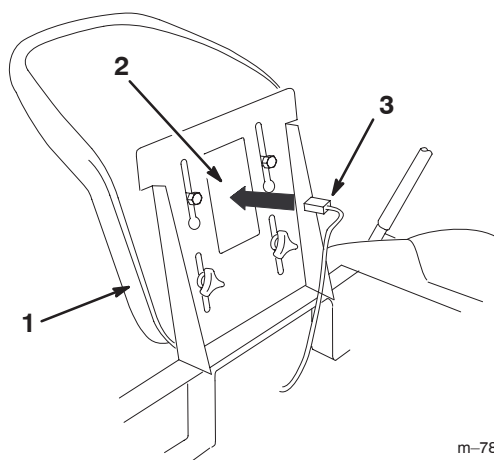

Figure 7
5. Raccordez le faisceau de câblage au commutateur du siège sous le socle du siège, comme illustré à la Figure 7.